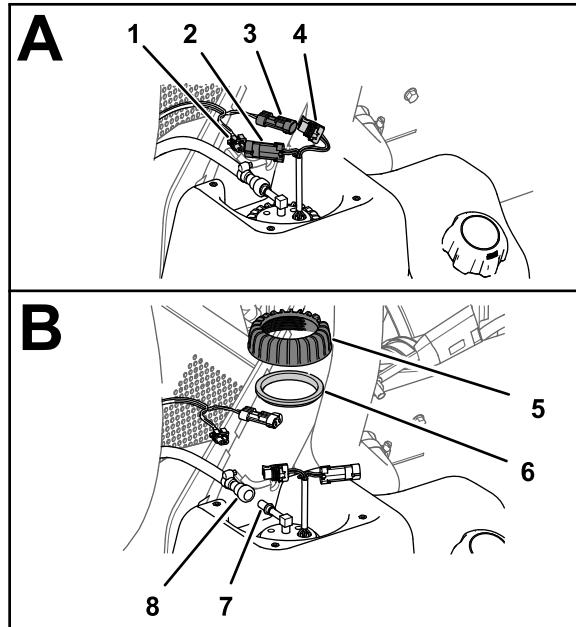

Figura 120
1. Desconecte el conector hembra de 2 vías del arnés de cables de la máquina del conector de 2 pines de la bomba de combustible/sensor; desconecte el conector de 2 pines del arnés de cables de la máquina del conector hembra de 2 vías de la bomba de combustible/sensor (Figura 120).
2. Aleje el anillo de bloqueo del acoplamiento de la manguera de combustible del conector de la bomba de combustible/sensor y retire el acoplamiento y la manguera del conector (Figura 120).
3. Gire la tuerca de la bomba de combustible/sensor en sentido antihorario y retire la contratuerca y la junta (Figura 120)